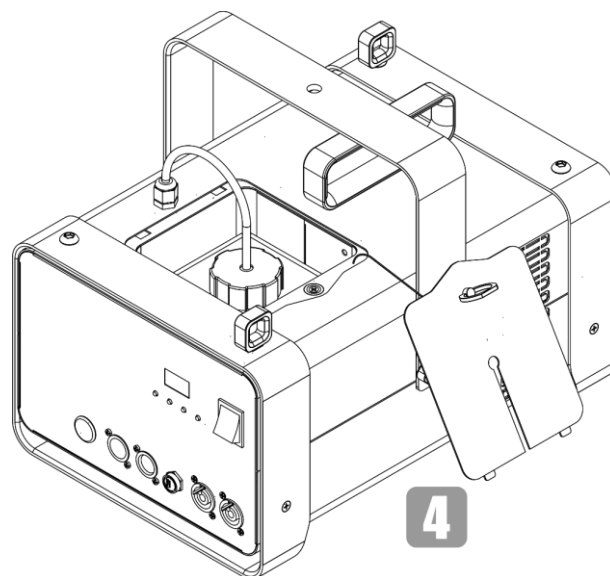

Fig. 24
- 04) Posizionare il coperchio di servizio vicino al dispositivo, come mostrato nella Fig. 24.